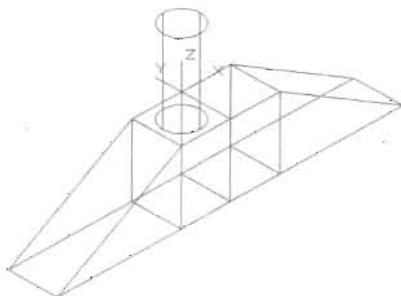

图 14-35
(7) 单击“建模”工具栏中的“圆柱体”按钮, 绘制一个半径为 15mm、高度为 70mm 的圆柱体, 如图 14-35 所示, 命令执行过程如下。